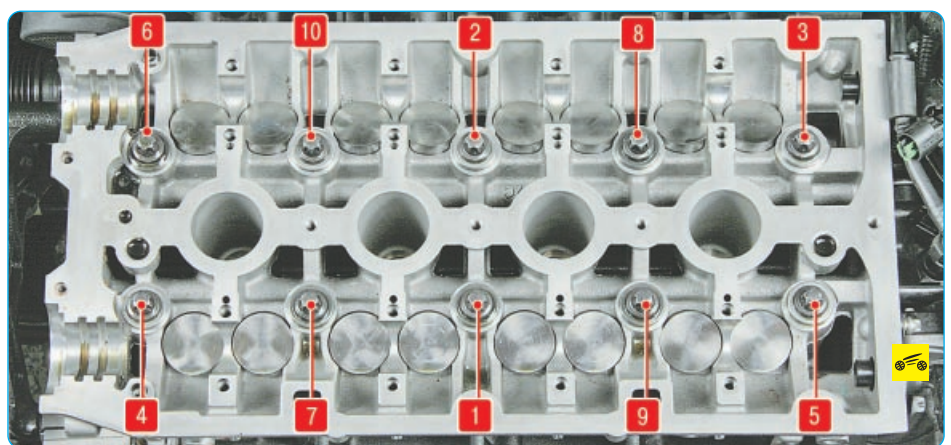

Рис. 5.4. Порядок вворачивания болтов крепления головки блока цилиндров
- затягивайте болты на холодном двигателе в порядке, указанном на рис. 5.4, моментом, указанным в приложении 1.